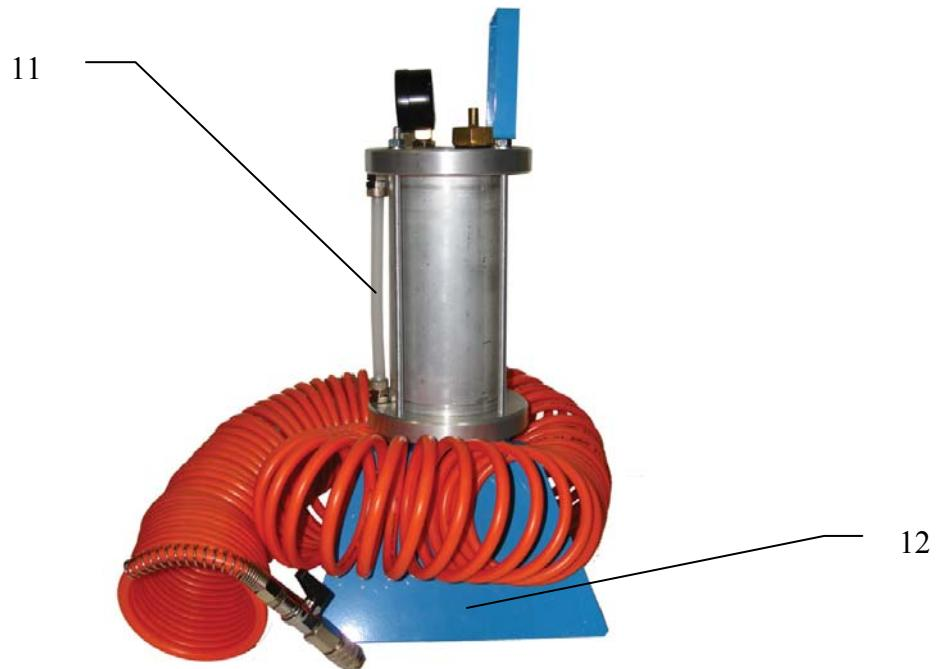

Рис.2 (вид сбоку)
- уровень залитой в Приспособление новой тормозной жидкости визуально можно контролировать с помощью Смотровой трубы (рис.2, поз.11)
- поочерёдно ослабьте затяжку прокачных штуцеров, начиная с задних колёс (при наличии АБС - с её управляющего модуля) либо в порядке согласно руководству по ремонту и обслуживанию автомобиля. При этом отработанная тормозная жидкость через прозрачные шланги начнёт поступать в Канистры сливные (рис.5, поз.4). Визуально контролируйте отсутствие воздушных пузырьков в прозрачных шлангах, а также уровень новой тормозной жидкости в Приспособлении с помощью Смотровой трубки (рис.2, поз.11), не допуская её окончания во избежание «завоздщивания» тормозной системы автомобиля